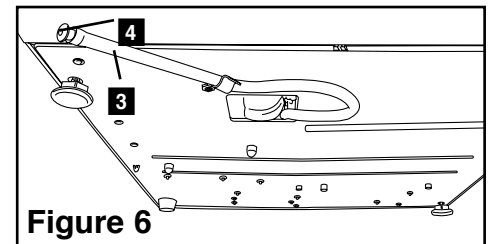

Figure 6
2. Avec le tube d'évacuation, (voir la section 3.5 Amorçage de la pompe, figure 6) vider le contenu du réservoir dans le contenant à eau.